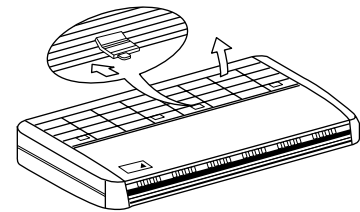

Рис. 3
- Переместите назад (в направлении стрелки) крепежные головки (2) всасывающей решетки и откройте всасывающую решетку. (См. рис. 3)